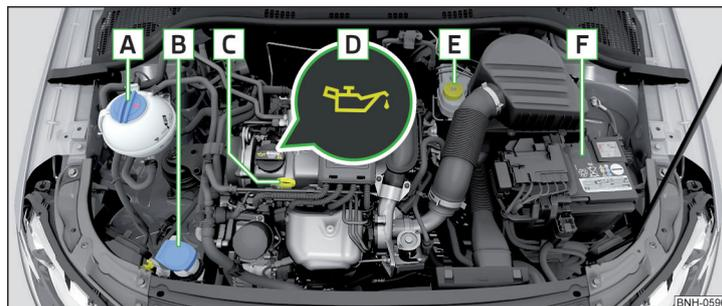

Fig. 152 Ejemplo de orden en el vano motor
- Desenrosque el tapón de la boca de llenado de aceite de motor **D** » fig. 152 de la pág. 135.